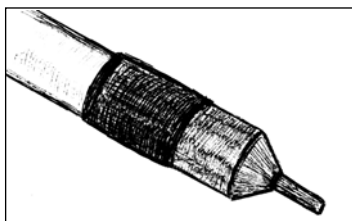

Рис. 4.33. - Загерметизированный колпачок на конце кабеля
**4.9.2.** Герметизация стыка колпачка с полиэтиленовой оболочкой кабеля проводится так же, как и герметизация одного из стыков монтируемой соединительной муфты. На рис. 4.33 показан загерметизированный колпачок на конце кабеля.